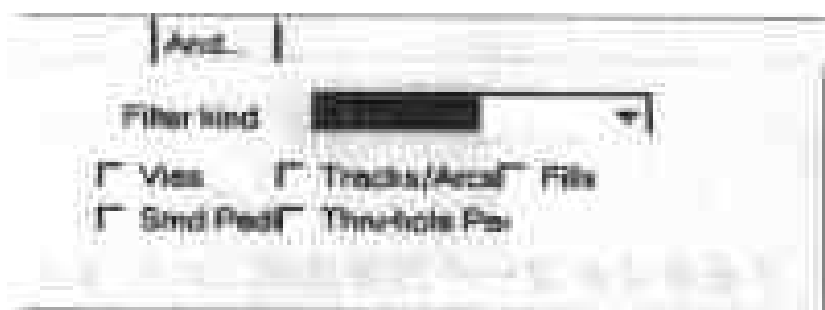
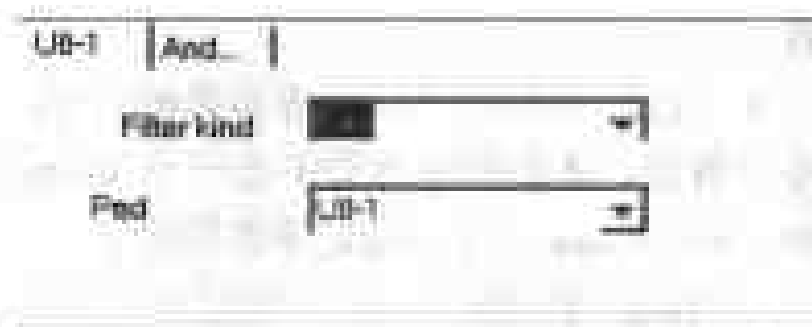

图 9-6 设定图件
图 9-13 设定焊点
- Object Kind (图件) 项。如果选择了 Object Kind 项, 程序要求设置图件, 本栏位下方会出现许多选项, 如图 9-6 所示。其中 Vias 项是导孔、Tracks/Arcs 项是导线与弧线、Fills 项是填充区块、Smd Pads 项是 SMD 焊点、Thru-hole Pads 项是穿孔是焊点, 这是可以设置组件了。
● **Pad**（焊点）项。如果选择了 Pad 项，程序要求设置焊点，本栏位下方变成如图 9-13 所示，这时就可在 Pad 栏位中设定焊点了。
说明：图 9-5 到图 9-13 中有一个 And... 按钮，单击后将新增一个图件限制。以图 9-5 为例，单击该按钮后，将出现图 9-6。